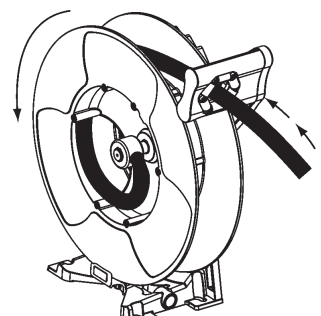

Fig. 14
3. Tirer doucement sur le flexible pour le libérer du cliquet et accompagner jusqu'à ce qu'il soit complètement rembobiné (fig. 14).